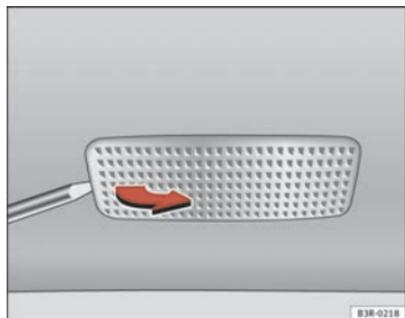

Fig. 228 Desmontagem da luz da pala de sol
- Retire a luz com cuidado, utilizando a parte plana da chave de fendas ⇒ fig. 228.